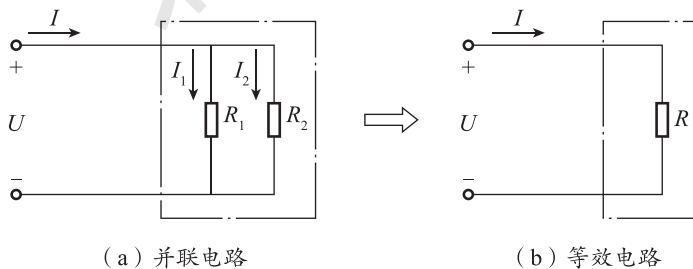

图 1-18 电阻并联
电路中有两条或两条以上的电流分支路径, 即电流在某处分支, 又在另一处汇合, 这种方式称为并联。如图 1-18 所示。
(1) 并联各电阻两端的电压均相等。
(2) 总电流等于流经各电阻电流之和。如图 1-18 (a) 所示电路, 有
(3) 总电阻的倒数等于并联电路中各个电阻倒数的和。如图 1-18 (a) 所示电
(4) 并联电路中任一电阻中的电流与该阻值成反比。如图 1-18 (a) 所示电路，有
(5) 并联电路中总功率等于各电阻消耗的功率之和，但各个电阻吸收的功率与该阻值成反比。如图 1-18 (a) 所示电路，有